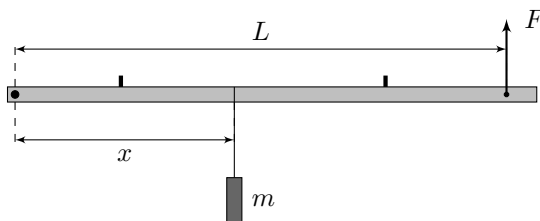

Рис. 1
В вашем распоряжении имеется подъёмный механизм, основой которого является однородный рычаг массой M , шарнирно закреплённый на крышке стола. Груз массой t подвешен к рычагу на расстоянии X от шарнира, причём это расстояние можно изменять в определенных пределах, перемещая петлю подвеса груза. Для того, чтобы рычаг находился в горизонтальном положении или очень медленно (квазистатически) поднимался, оставаясь почти горизонтальным, необходимо к проволочной петельке, расположенной на правом конце рычага, прикладывать вертикальную силу F (см. рис.1).
1. Измерьте расстояние L между шарниром и точкой приложения силы F (см. рис. 1).